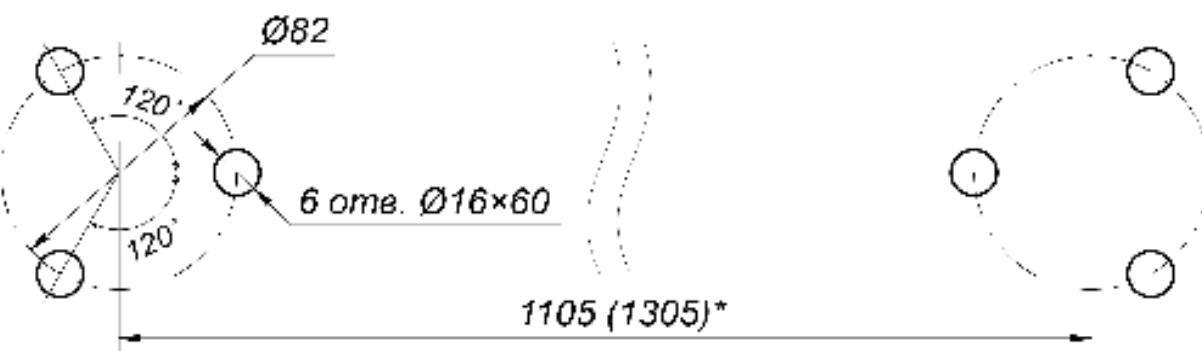

Рисунок 14. Схема разметки отверстий для установки поворотной секции ограждения с механическим УБ²
2. Разметьте и просверлите отверстия на установочной поверхности под анкера M10 в соответствии со схемой разметки (см. рис. 14). Сначала размечаются центры установки стоек секции ограждения, затем от них размечаются точки крепления стоек, допускается использование в качестве шаблона непосредственно самих фланцев стоек.